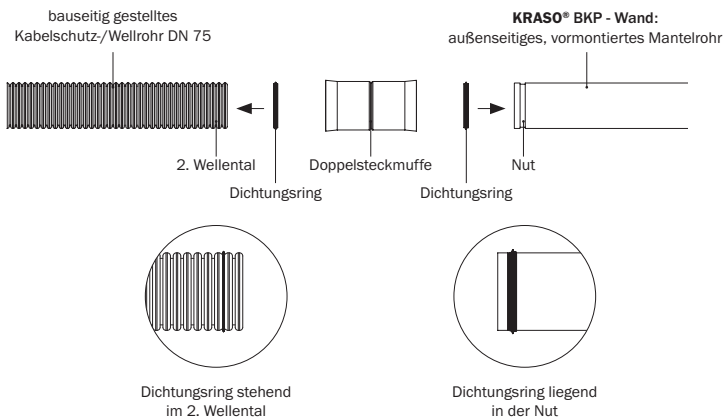

Abbildung 8.1: Positionierung der Dichtungsringe
- Außenseitig die Schutzkappe vom vormontierten Mantelrohr abnehmen und einen der beiden Dichtungsringe **liegend** in die Nut am Ende des Mantelrohrs legen (s. Abbildung 8.1).
- Den zweiten Dichtungsring am bauseitigen Kabelschutz-/Wellrohr DN 75 **stehend** in das zweite Wellental legen (s. Abbildung 8.1).